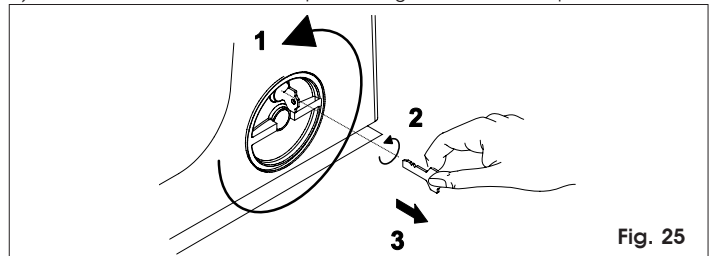

Fig. 25
- Gire el sistema de desbloqueo en sentido antihorario unos 180°, como se indica en la Fig.25.
- Gire la llave en sentido antihorario y quítela de la cerradura, como se indica en la Fig.25.